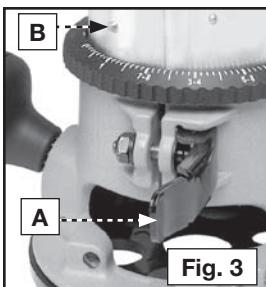
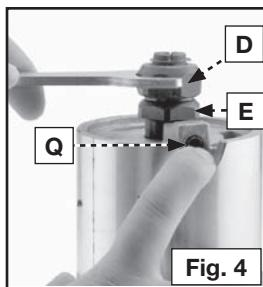

Fig. 3
Fig. 4
- (a) Abra la palanca de la abrazadera (A) Fig. 3.
- (b) Mientras detiene la base, gire el motor EN SENTIDO CONTRARIO A LAS MANECILLAS DEL RELOJ hasta que la clavija baja (B) en la caja del motor esté desenganchada de la ranura en la base.
4. Acople el cierre del husillo (Q) Fig. 4, presionando sobre él a la vez que gira el mandril (E) Fig. 4 hasta que quede fijo en la posición adecuada.
5. Apriete firmemente la tuerca del portaherramienta (D) Fig. 4 con la llave de tuerca suministrada.
1. Abra la palanca de la abrazadera (A) Fig. 3 para permitir que el motor entre en la base.
2. Introduzca el motor en la base alineando la clavija baja (B) con la ranura de la base.
5. Apriete la palanca de la abrazadera.(A) Fig 4.